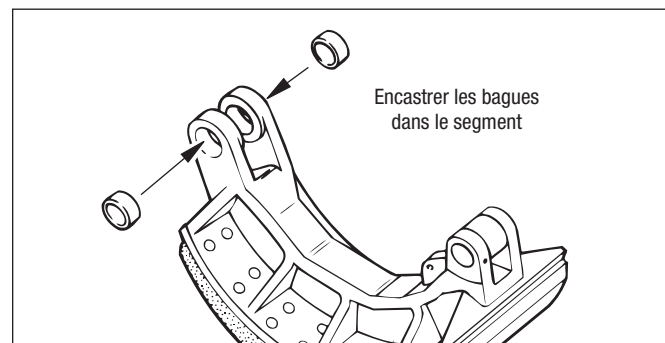

Figure 76 – Pose des douilles d'axe dans l'âme de segment
5. Encastrer les douilles d'axe dans les segments. Cf. *Figure 76*.